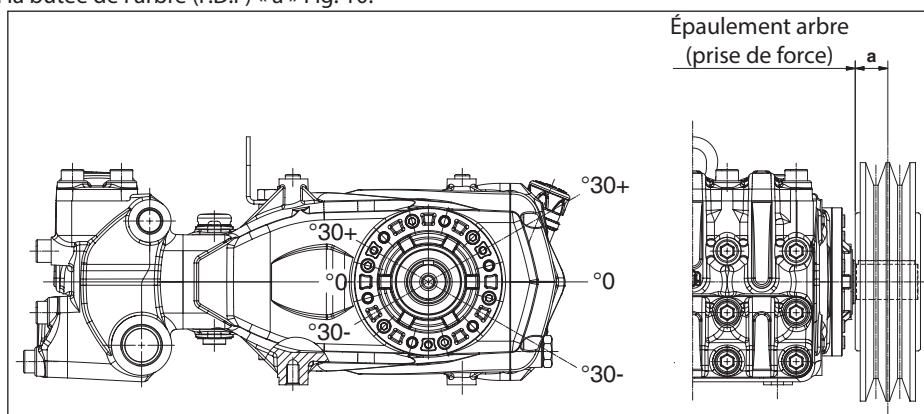

Fig. 10
La charge radiale sur l'arbre ne doit pas être supérieure à 4500 N (valeur nécessaire pour la définition du schéma). La transmission est considérée appropriée si une telle charge est appliquée à une distance maximum de $a = 50$ mm de l'épaulement de l'arbre (P.T.O) comme l'indique la Fig. 10.
- b) Utiliser des courroies à haut rendement - par exemple **XPB** au lieu de **SPB** - car il sera nécessaire d'avoir une quantité inférieure de courroies égales à la puissance transmise et par conséquent une distance inférieure de la résultante par rapport à la butée de l'arbre (P.D.F) « a » Fig. 10.
- e) Contrôler la direction de la tension de la courroie comme indiqué Fig. 10 : pour toute autre nécessité, contacter le **Bureau Technique** ou le **Service d'Assistance Clients**.